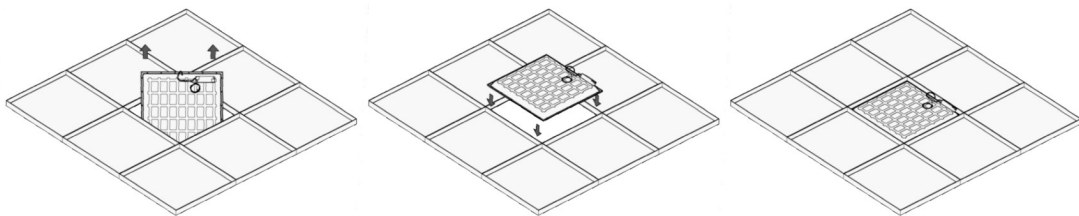

Рисунок 3 — Установка светильника Geniled серии Офис Comfort Basic в подвесной потолок.
5.3.3. Установите светильник Geniled в выбранную ячейку (рис.3). Следите за тем, чтобы кабель не оказался зажат между элементами конструкции потолка и светильника. Убедитесь, что светильник надежно закреплен на потолке.